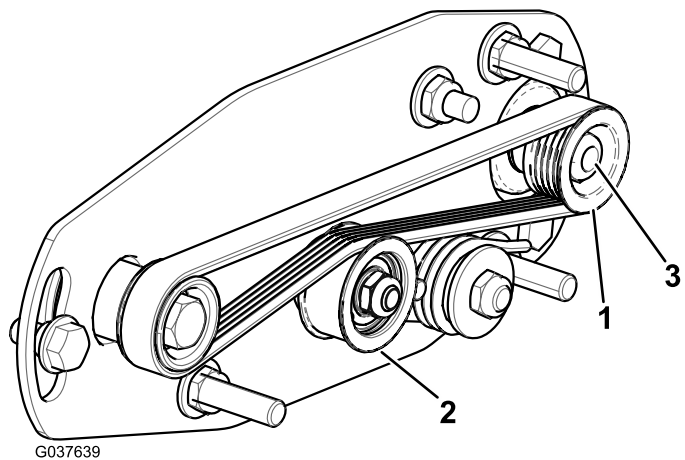

Figura 24
1. A polia acionada (no eixo da escova do rolo) pode-se movimentar para dentro ou para fora (Figura 24).
2. Rodando o cilindro, que por sua vez roda a polia da transmissão, levante a correia da polia da transmissão (Figura 24).
3. Retire a porca de retenção que fixa a polia acionada ao veio da escova (Figura 24 ou Figura 25).